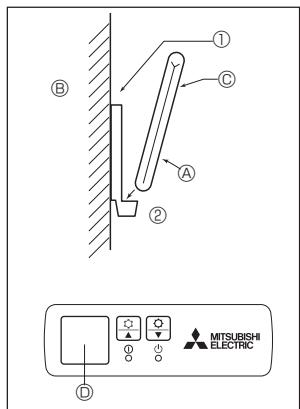

Fig. 6-5
2) Méthode d'installation (Fig. 6-5)
- ① Attacher le support de la télécommande à l'endroit voulu à l'aide de vis à taraud.
② Mettre la partie inférieure de la télécommande dans le support.